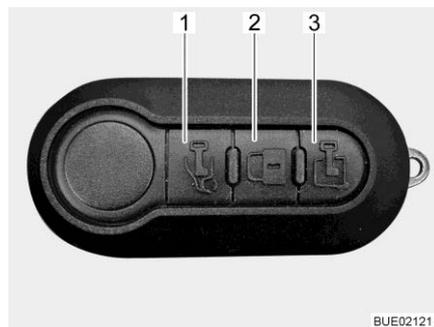

Fig. 53 Télécommande multifonction (3 touches)
- Appuyer une fois brièvement sur la touche  (Fig. 53,1). La porte chauffeur est déverrouillée.
- Appuyer une fois brièvement sur la touche  (Fig. 53,3). La porte cellule est déverrouillée.
- Appuyer une fois brièvement sur la touche  (Fig. 53,2). Toutes les portes sont verrouillées.